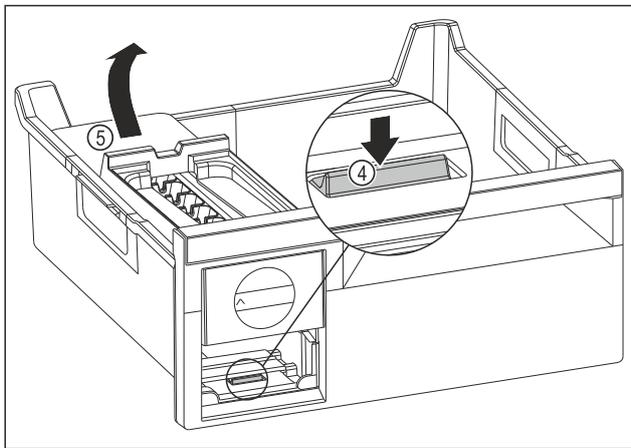

Fig. 121
- ▶ 取出 EasyTwist-Ice 机身：用手指朝下按压接片 Fig. 121 (4) 并同时从后面用另一只手提升 EasyTwist-Ice 机身 Fig. 121 (5)。